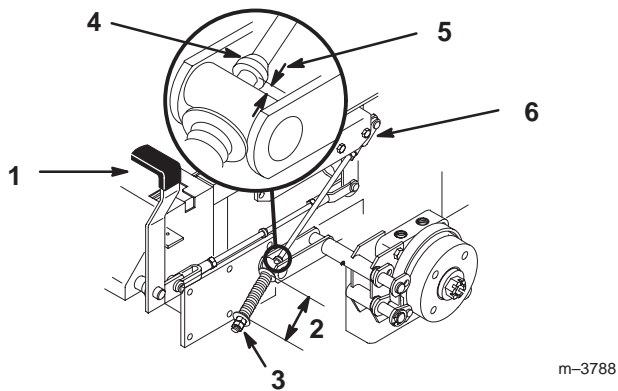

Figure 56
2. Mesurez la longueur du ressort. Les rondelles doivent être distantes de 70 mm (2-3/4") (Fig. 56).
3. Si un réglage est requis, desserrez l'écrou de blocage situé sous le ressort et serrez l'écrou directement au-dessous de la chape (Fig. 56). Vissez l'écrou jusqu'à ce que le ressort ait la longueur voulue. Serrez les deux écrous ensemble et répétez la procédure de l'autre côté de la machine.
6. Mesurez la distance entre le galet de tourillon et le collier sur la tige de frein. Elle doit être comprise entre 5 et 7 mm (3/16 et 1/4") (Fig. 56).
7. Si un réglage est requis, desserrez l'écrou de blocage situé juste au-dessous de la chape. Tournez la tige inférieure jusqu'à obtention de l'écart voulu (Fig. 56). Serrez l'écrou de blocage à la chape.